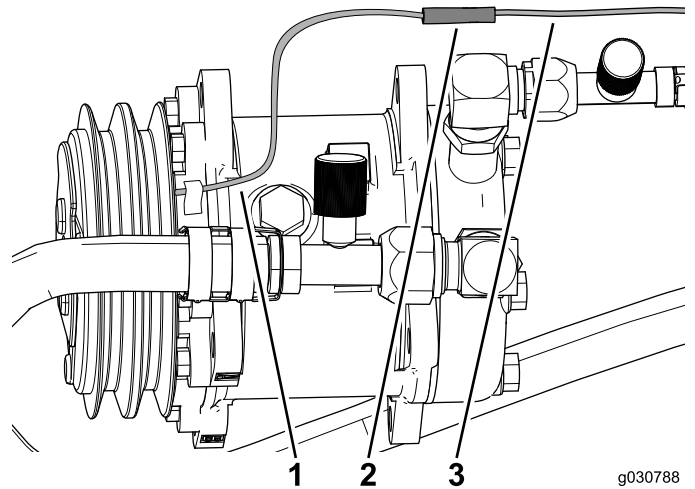

Figura 49
3. Conecte el cable del compresor de aire acondicionado al conector bala del arnés de cables (Figura 49).